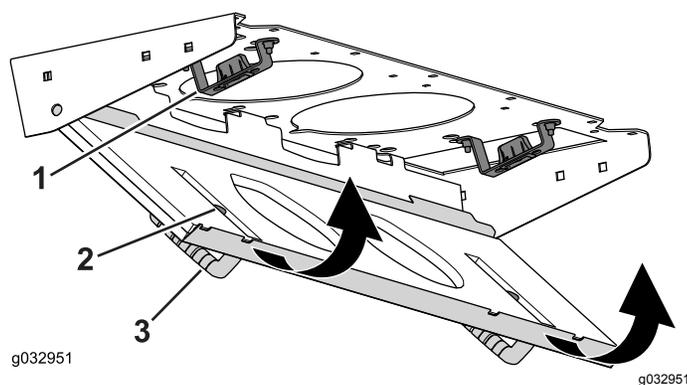

Рисунок 137
4. Поверните сетчатый фильтр вокруг монтажных лепестков так, чтобы защелка зафиксировалась в креплении защелки в сборе (Рисунок 137).